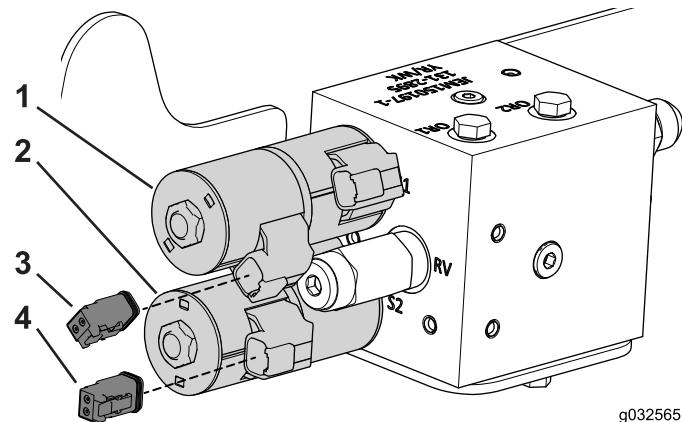

Figura 5
1. Retire a tampa (3)
11. Localize os conectores na cablagem para o kit, desligue-os e ligue-os aos conectores nos solenoides, conforme indicado em Figura 5.